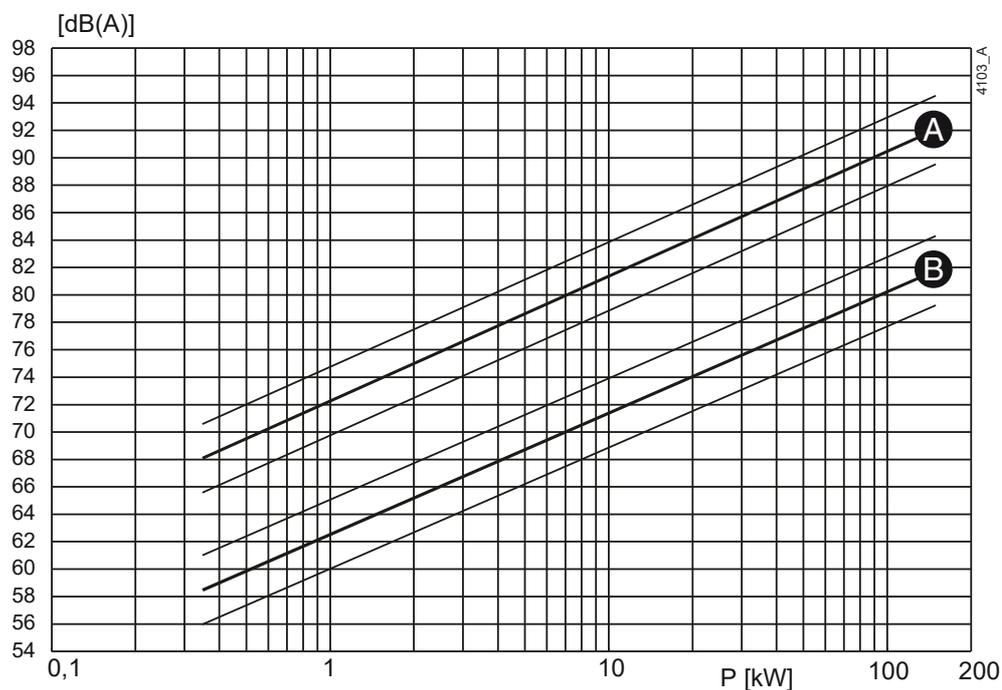
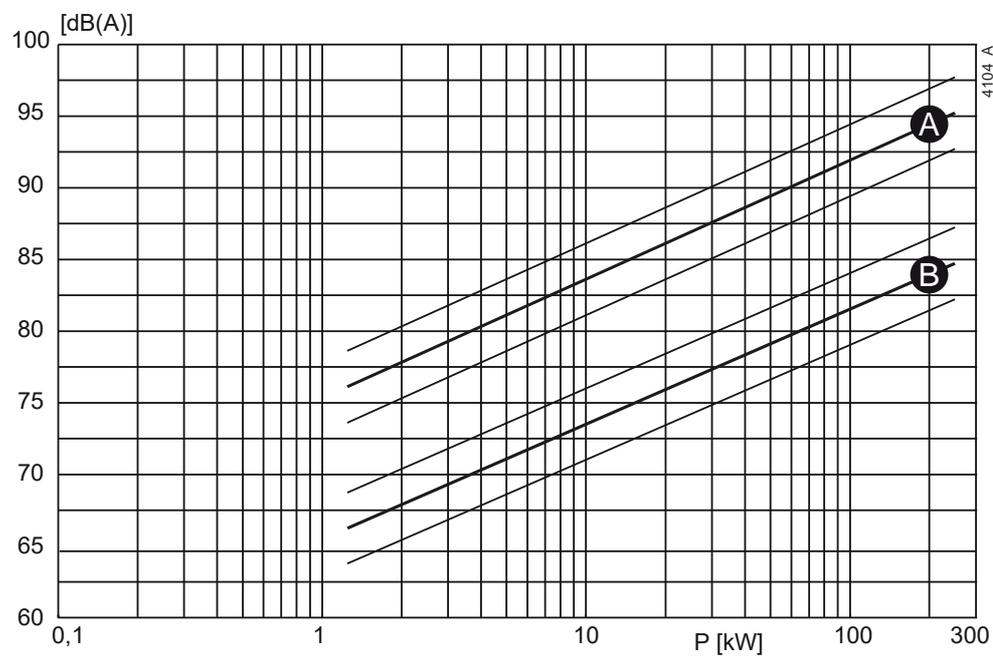

Figure 24: Niveau sonore en fonction de la puissance de la pompe [kW]
Figure 25: Niveau sonore en fonction de la puissance de la pompe [kW]
- 1 Déterminez le niveau sonore (L1) de la pompe, voir Figure 24 ou Figure 25.